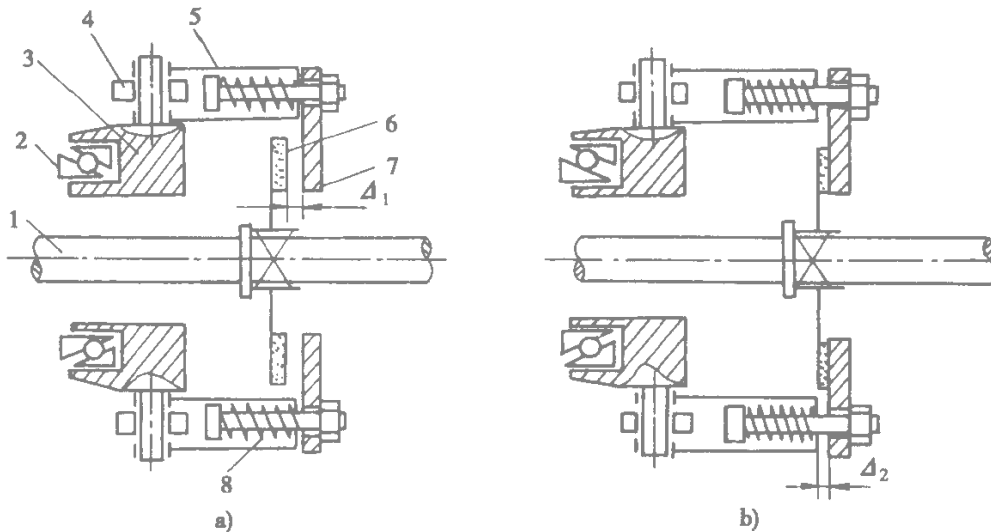

图 2-3 小制动器工作过程
具有小制动器的离合器应符合先分离后制动的原则。当离合器结合时 小制动器处于分离状态 主动盘与制动压盘之间出现小制动器间隙 图 2-3)。当踏下离合器踏板时,分离拨叉向前摆动 拨动分离套筒连同分离轴承和小制动器的制动压盘一起前移。首先 离合器间隙被消除 分离轴承压动分离杠杆使其摆动,克服压紧弹簧的弹力 将压盘向后拉动 使从动盘与压盘和飞轮之间出现分离间隙 摩擦力消除 离合器分离。在离合器分离的同时,小制动器制动盘开始对装在离合器轴上的主动盘进行制动。这种制动的压力是通过装在拉套内的弹簧传递的,这使制动盘与主动盘间的压紧力逐渐增加,因此,制动比较柔和,而且可以防止与离合器的分离过程相干涉。
3) 调整小制动器。当主离合器分离后，小制动器应随即制动第一轴，制动时间应不超过 3s。否则应按如下要求检查调整 $\Delta_1 + \Delta_2$ (参见图 2-3)。